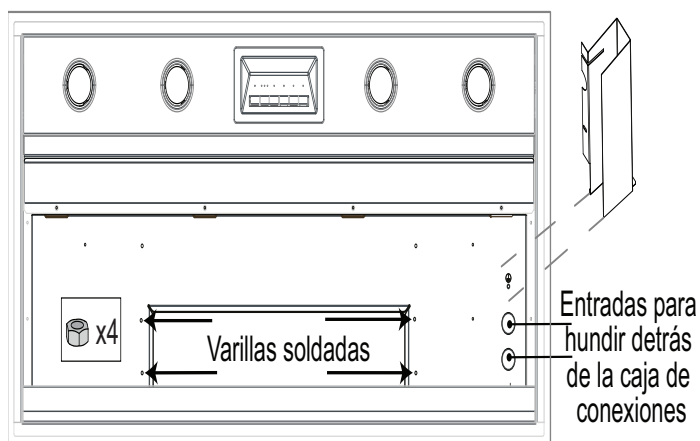

Figura 5: Ubicación de las varillas soldadas y de la caja de conexiones
1. El ventilador está sujetado a la campana mediante las dos varillas soldadas de la placa de montaje. La *Figura 5* muestra la ubicación de esas varillas.
3. Ajuste las cuatro (4) tuercas (proporcionadas con la campana). Apriete las tuercas para sujetar el ventilador a la campana.
1. Quite la tapa de la caja de conexiones, la que cubre los cables (*consulte la Figura 5 en la página 11*).
2. Quite las entradas circulares hundidas (*Figura 5 en la página 11*).
- Quite la tapa de la caja de conexiones (vea la Figura 5 en la página 11).